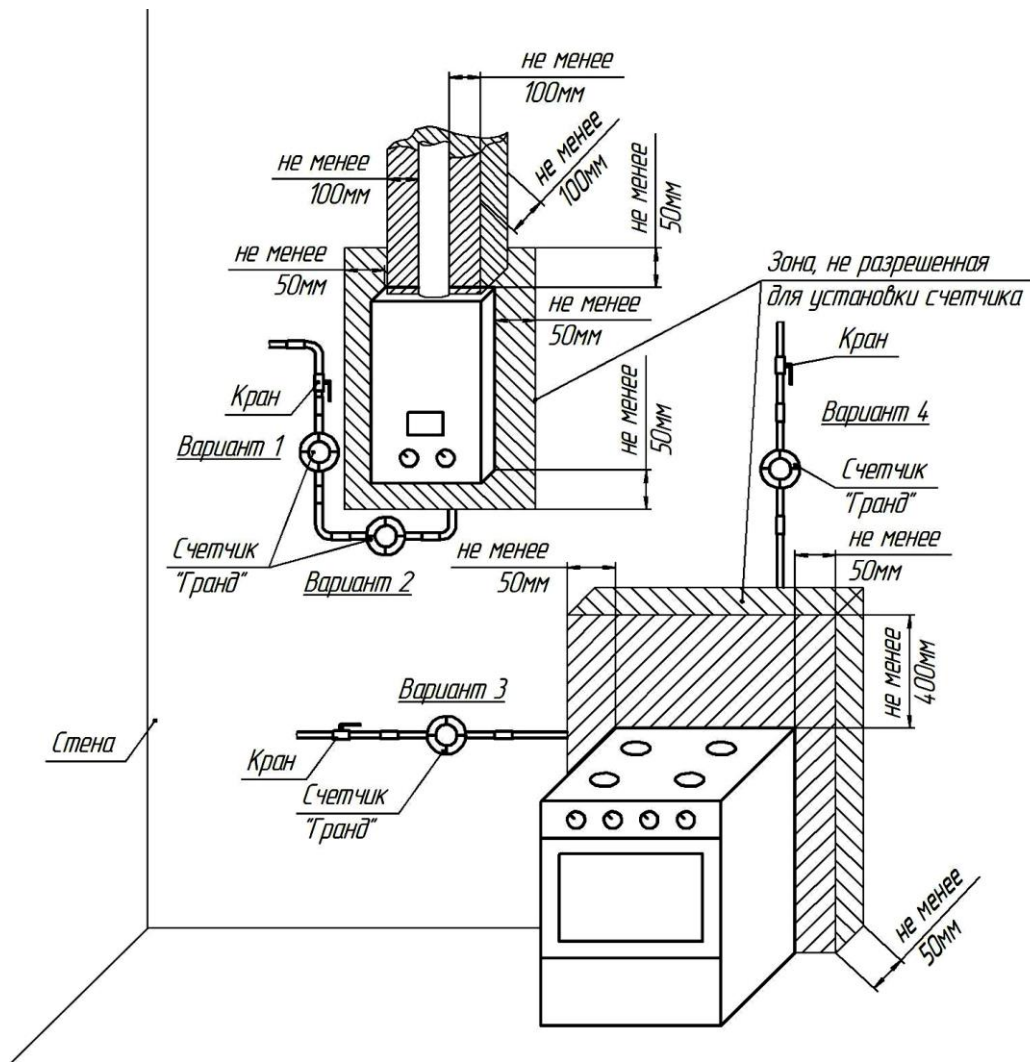

Рисунок 1
2.2.4.1 Установить счетчик на вертикальном или горизонтальном участке газопровода (рисунок 1).